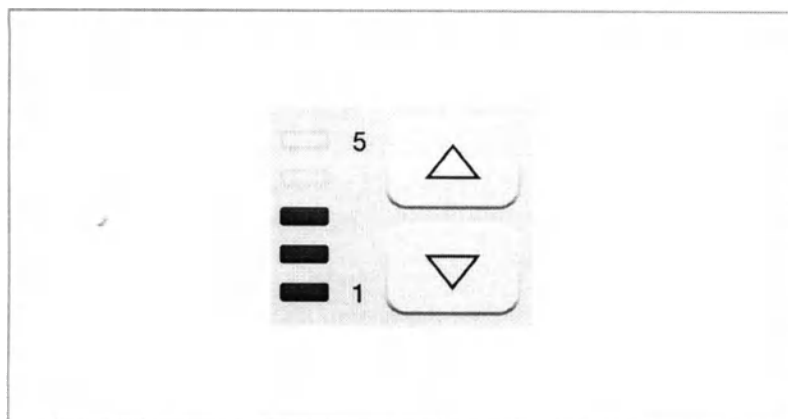

Рисунок 4.13
5. С помощью кнопок настройки уровня мощности насоса  и  выберите необходимую силу воздушного потока и проверьте уровень с помощью кнопок настройки уровня мощности насоса (см. рисунок 4.13).